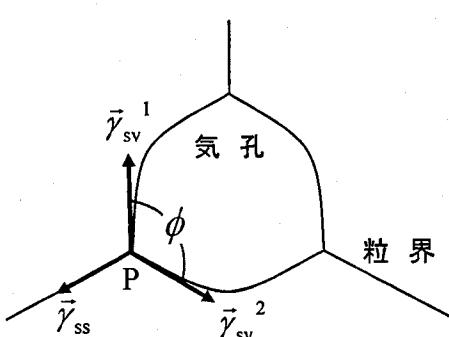

図 5-2-1 粒子に取り囲まれた気孔の
- (a) 次の①～⑤に適当な語句あるいは式を入れて文章を完成しなさい。ただし、ベクトル $\vec{\gamma}_{sv}^1$, $\vec{\gamma}_{sv}^2$, $\vec{\gamma}_{ss}$ の大きさを、それぞれ γ_{sv}^1 , γ_{sv}^2 , γ_{ss} とする。
焼結の後期段階では、図 5-2-1 に示した 2 次元モデル図のように気孔が粒子に取り囲まれた状態が現れる。気孔表面と粒界の交点 P には、2 つの① 張力 $\vec{\gamma}_{sv}^1$, $\vec{\gamma}_{sv}^2$ と粒界の② 張力 $\vec{\gamma}_{ss}$ が作用している。① 張力 $\vec{\gamma}_{sv}^1$ と $\vec{\gamma}_{sv}^2$ は大きさが同じ ($\gamma_{sv} = \gamma_{sv}^1 = \gamma_{sv}^2$) であり、それらが作る角度 ϕ は二面角と呼ばれている。平衡状態に達すると、3 つの張力 $\vec{\gamma}_{sv}^1$, $\vec{\gamma}_{sv}^2$, $\vec{\gamma}_{ss}$ の間には等式③ が成立し、このときの二面角を ϕ_0 とすると、 ϕ_0 , γ_{sv} , γ_{ss} の間に次の関係式が成り立つ。